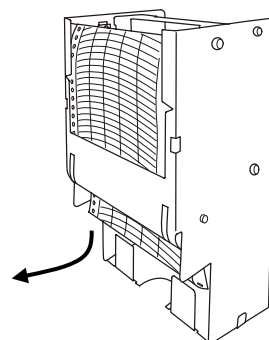

图 4
4. 取出电池。（图 4）
留在已用过记录纸隔间中的旧纸可能会造成故障。务必将其取去。参见图 4。